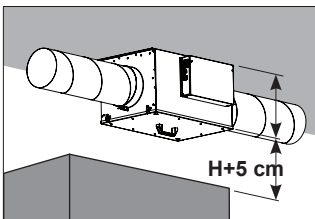

Abb. 5:
- Der Einbau ist zur Wartung und Reinigung gut zugänglich und mit geringem Aufwand ausbaubar auszuführen. Einen Freiraum von min. der Höhe des Gerätes + 5 cm ist zur Erleichterung von Wartungsarbeiten, wie z.B. Filterwechsel, zu anderen Geräten, Regale oder Schränke einzuhalten (s. Abb. 5).